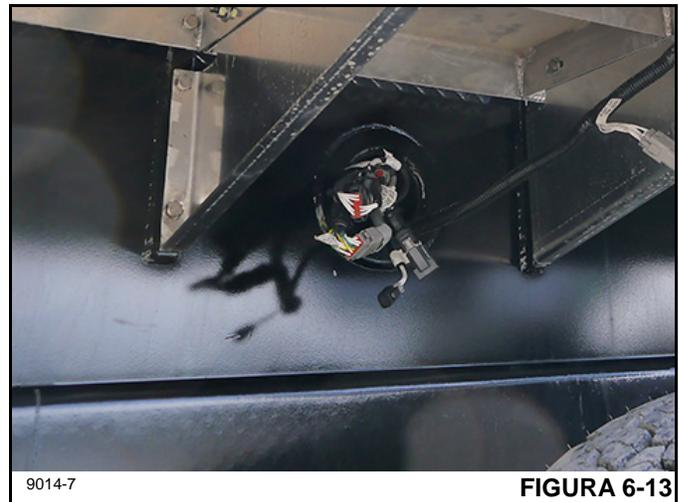

FIGURA 6-13
1. Conecte el cable de diagnóstico 80009992 a una de las lumbreras USB en la computadora. Conecte el otro extremo al conector de diagnóstico ubicado en el lado derecho detrás del panel de control de estabilizadores del lado derecho (Figura 6-13).